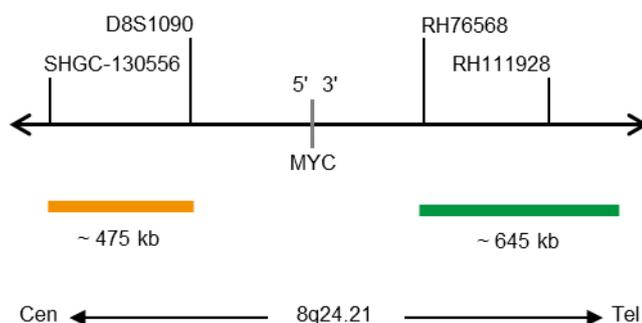

Fig. 1: SPEC MYC Mapa da sonda (não à escala)
- Polinucleótidos marcados com ZyGreen (excitação 503 nm/emissão 528 nm) (~10 ng/μl), que têm como alvo sequências mapeadas em 8q24.21\* (chr8:130,373,051-130,930,673) distal à região do ponto de quebra MYC (ver Fig. 1).
- Polinucleótidos marcados com ZyOrange (excitação 547 nm/emissão 572 nm) (~4,5 ng/μl), que têm como alvo sequências mapeadas em 8q24.21\* (chr8:127,888,765-128,363,281) proximais à região do ponto de quebra MYC (ver Fig. 1).